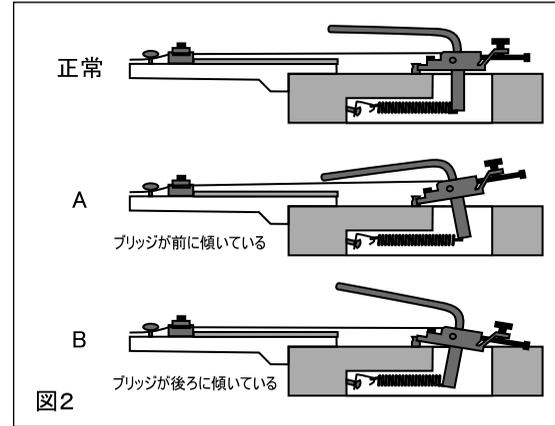

図2
弦とスプリングの張力が釣り合って、トレモロユニットがボディと水平になった状態がベストなセッティングです。水平かどうかは、チューニングがしている状態でトレモロユニット本体(金属板の部分)を横から見て確認します。(図2)トレモロユニットがボディに対して水平でない場合は、トレモロスプリングの張力を変えてバランスを調整します。
- ブリッジが前に傾いている(図2-A) → トレモロスプリングフックのスクリューを右(時計回り)に回す。
- ブリッジが後ろに傾いている(図2-B) → トレモロスプリングフックのスクリューを左(反時計回り)に回す。